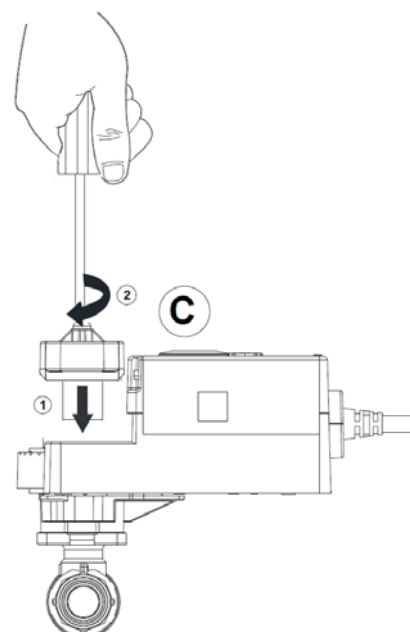

Figure 8 : Remise en place de la poignée
6. Réinsérer la poignée perpendiculairement au moteur, dans l'axe de la vanne, et resserrer la vis de fixation (Figure 8).